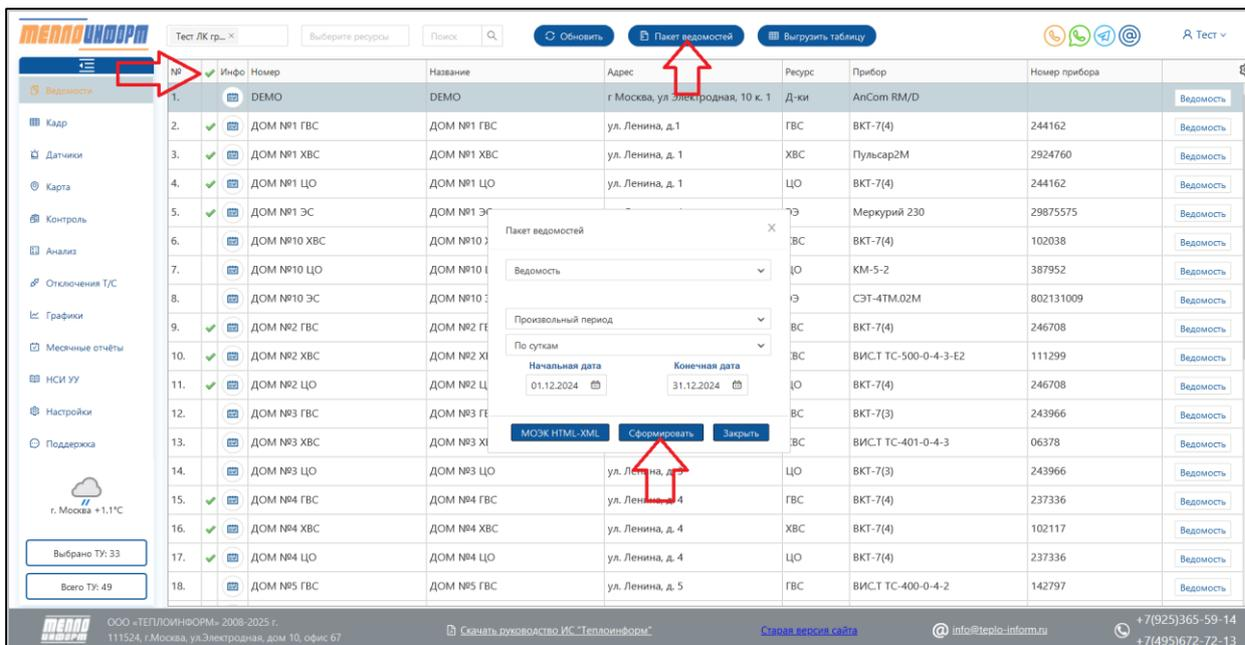

Рис. 30. Таблица точек учёта с множественным выбором
1. Нажать на кнопку – «Пакет ведомостей». После этого в таблице точек учёта столбец с галочками - в нем следует выбрать точки учёта, по которым сформируется пакет ведомостей (см. Рис. 30).